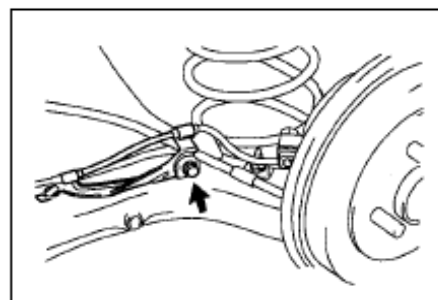

Рис. 202
- (1) Отсоедините разъем датчика скорости колеса
- (2) Открутите болты и снимите датчик угловой скорости колеса с рамы задней оси(рис. 202).